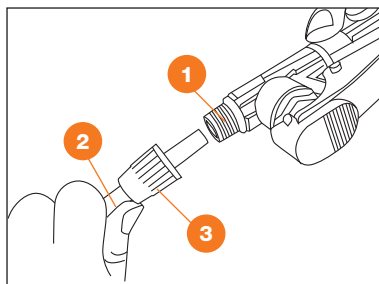

Рис. 4
2. Соедините рукоятку управления 1 и телескопическую штангу 2 с помощью контргайки 3 (Рис. 4).